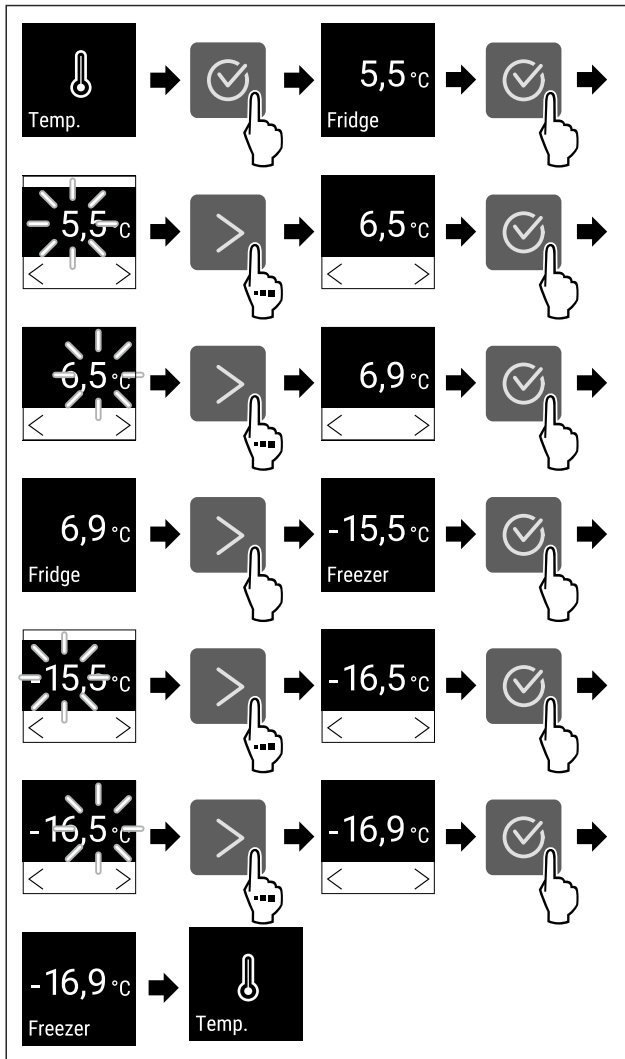

Fig. 88 Зміна температури від 5,5 °C до 6,9 °C і -15,5 °C до -16,9 °C
- ▶ Провести етапи операцій (див. Fig. 88).